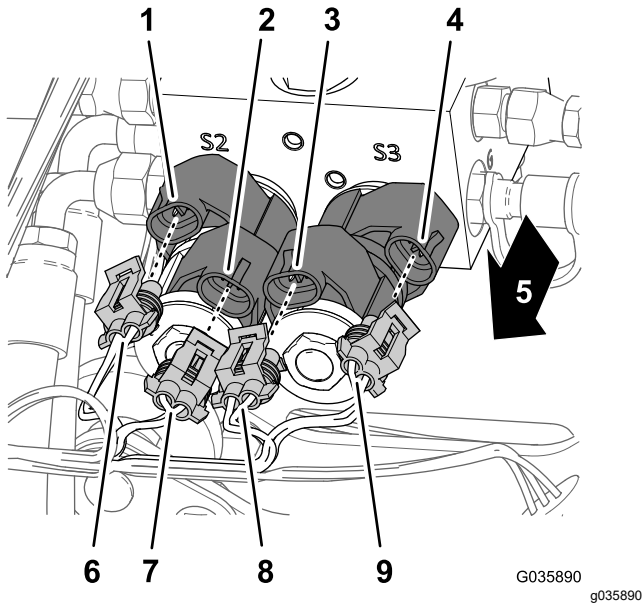

Bild 26
1. Stecken Sie vorne am Hubzylinderverteiler die vier elektrischen Anschlüsse des Sonic Boom-Kabelbaums in die Stromspulen für das Steuern der Auslegeranhebung, wie in Bild 26 abgebildet.